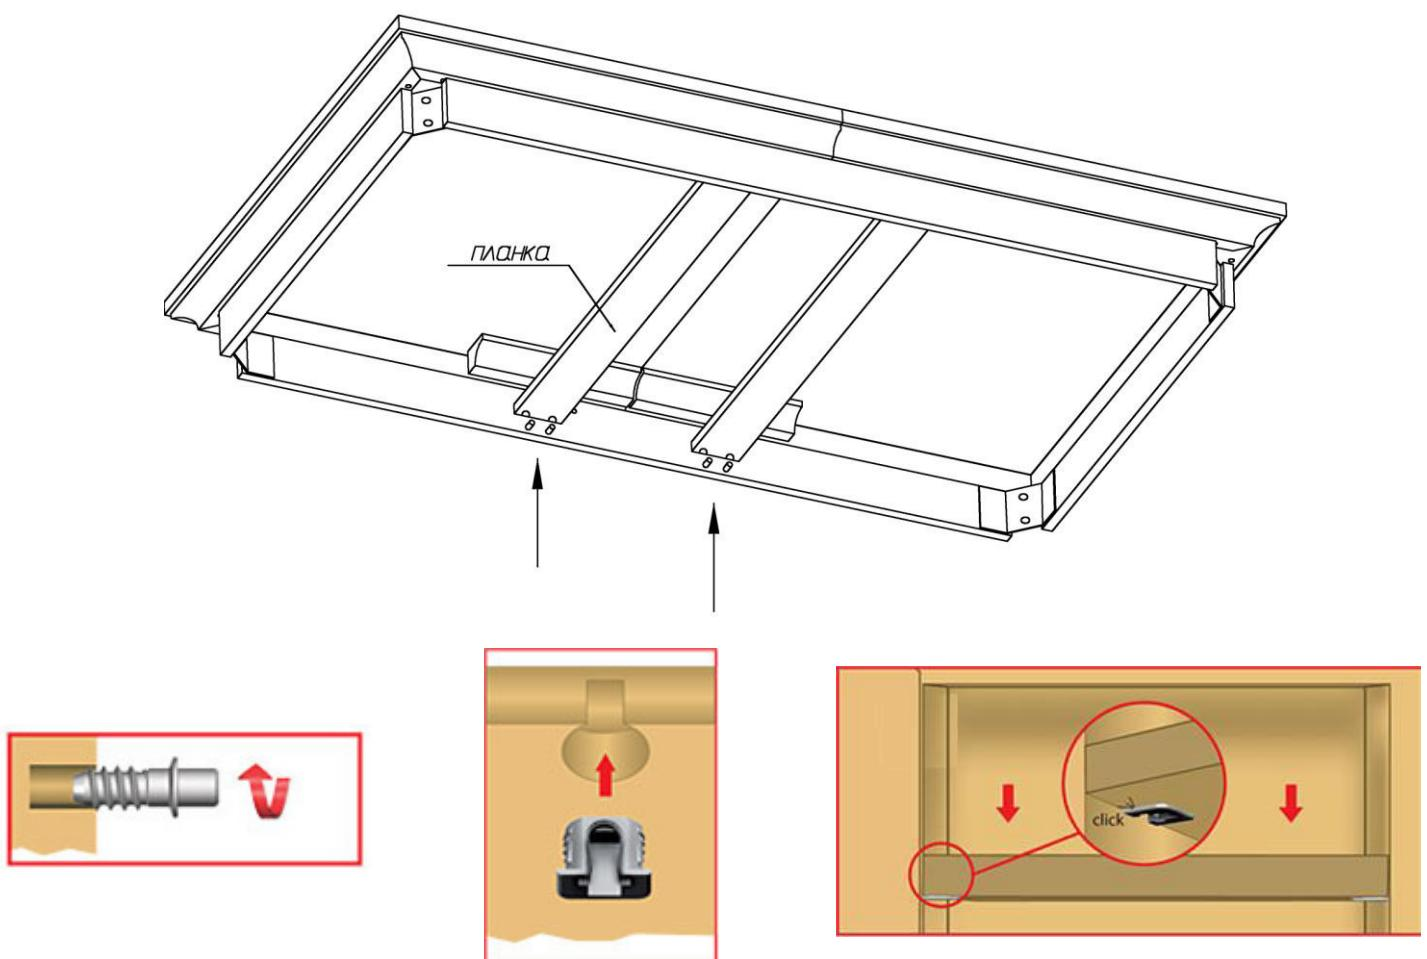

Рис. 2
2. В отверстия на планках (7) вставить полкодержатели «Flipper». В отверстия продольных планок стола установить штоки полкодержателей. Надеть планки (7) на штоки полкодержателей, слегка нажав на них сверху. Фиксация происходит с характерным щелчком (рис.2).